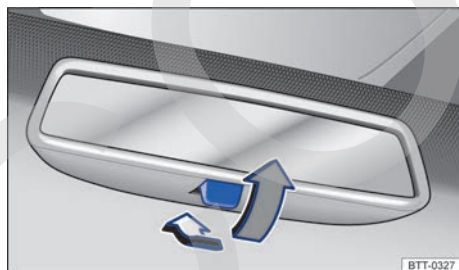

Fig. 102 En el parabrisas: retrovisor interior antideslumbrante manual.
- Para oscurecer el retrovisor, tire de la palanca hacia atrás → fig. 102.